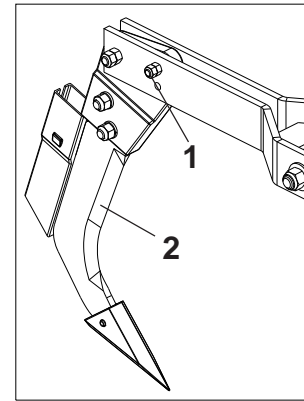

Figuras 33
2 - Para regulagem da distância da linha de adubo em relação a linha de semente, retire o varão da mola (6), solte as porcas (1), retire a carcaça (2) que está entre as chapas do garfo (3), passe a mesma para um dos lados do referido garfo, coloque as buchas (4) entre as chapas do garfo e fixe com os parafusos (5) arruelas e porcas (1), conforme detalhe das **Figuras 33**, em seguida recoloca o varão da mola (6), colocando as buchas (7) do mesmo lado em que foi deslocado a carcaça, fixando com o pino (8) e trava (9).
3 - Observe a vista de corte no detalhe das **Figuras 33**.